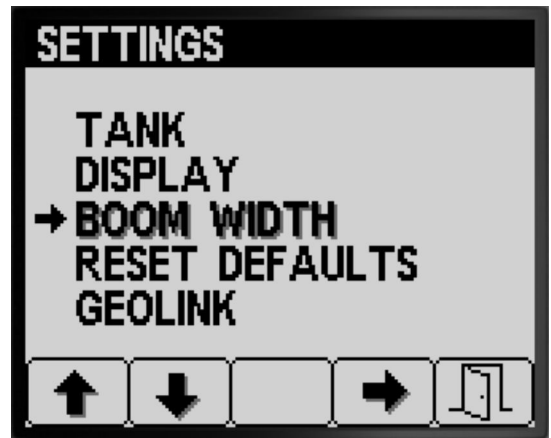

图 32
1. 按 Settings 设置屏幕上的 2 号按钮直至到达 BOOM WIDTH 喷洒臂宽度选项 图 32。
2. 按 4 号按钮可选择 BOOM WIDTH 喷洒臂宽度条目 图 32。